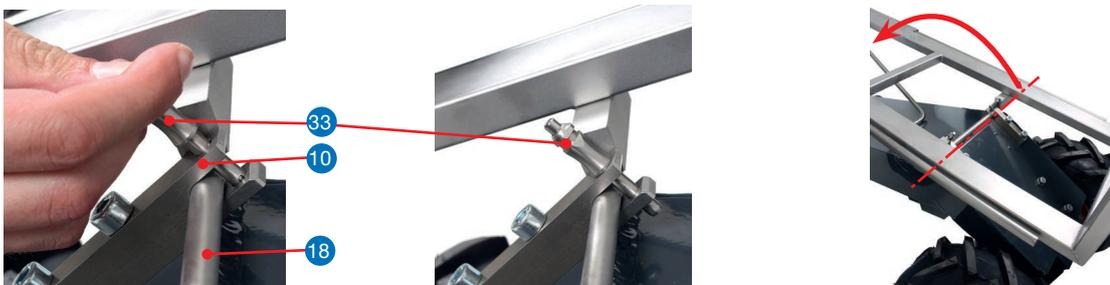
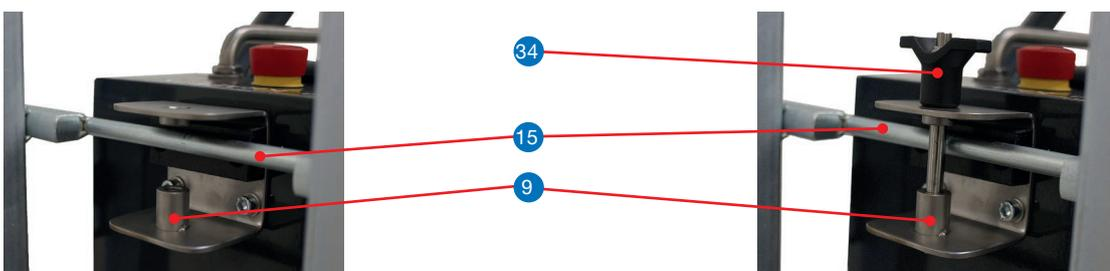

Abb. 21) Kugelsperrbolzen durch Bohrung schieben.
Abb. 22) Obere Traverse eingeführt in die obere Aufnahme
- Vor der Lastaufnahme Einrasten der Kugelsperrbolzen ③③ und ③④ überprüfen (Abb. 21) - (Abb. 22).
2. Durch Drücken des Knopfes Kugelsperrbolzen ③③ entsichern und Kugelsperrbolzen entfernen.
4. Untere Traverse **18** mit 2 Kugelsperrbolzen **33** sichern (Abb. 21):
6. Obere Traverse **15** mit 1 Kugelsperrbolzen **34** sichern (Abb. 22):